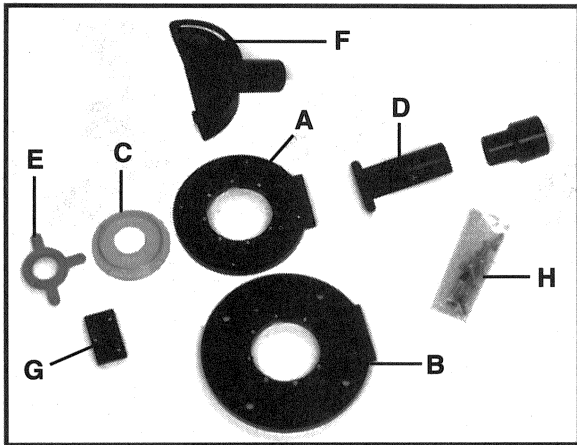

Fig. 1
1. Positionnez le guide de gabarit requis sur l'insert de guide de gabarit (E) Fig. 1 (la bride du guide de gabarit rentre dans le côté renforcé de l'insert), et fixez en place à l'aide d'un écrou de guide de gabarit.
Les guides de bords 42690 et 42700 peuvent être utilisés avec ces accessoires de collecte de poussière ; cependant, il faudra poser l'entretoise (G) de guide de bords, Fig. 1, comme suit :